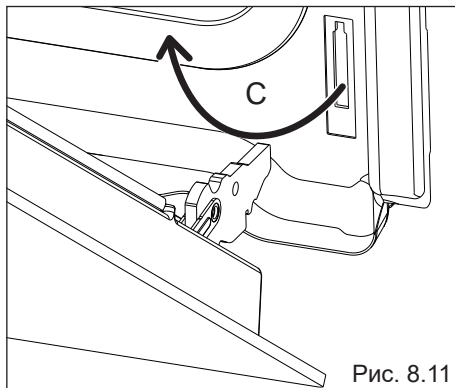

Рис. 8.11
- Вытащите крючки шарнирного соединения из пазов, как показано стрелочкой “С” (рис. 8.11).